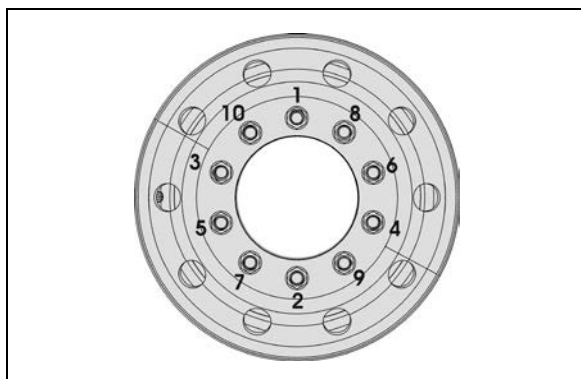

FIGURE 3: SÉQUENCE DE SERRAGE
Il est également important que les écrous du goujon de roue soient serrés alternativement sur de part et d'autre de la roue. Se reporter à la figure 3 pour la séquence suggérée de serrage.
Serrer les écrous du goujon progressivement comme illustré à la figure 3. Le serrage final doit être réalisé au moyen d'une clé dynamométrique. Serrer les écrous du goujon à 450 - 500 lb-pi (610 - 680 Nm) pour les roues d'aluminium et pour les roues d'acier.
2. Visser les écrous (se reporter à la figure 3 pour la séquence) pour que la roue se place d'elle-même de manière concentrique avec le moyeu. Ceci est important, sinon la roue peut être excentrique avec le moyeu et être voilée. Dans cette étape initiale, serrer légèrement les écrous pour corriger la position de la roue ;
3. Serrer les écrous du goujon progressivement comme illustré à la figure 3. Le serrage final doit être réalisé au moyen d'une clé dynamométrique. Serrer les écrous du goujon à 450 - 500 lb-pi (610 - 680 Nm) pour les roues d'aluminium et pour les roues d'acier.
Avec les roues intérieure et extérieure en place, serrer progressivement les écrous du goujon comme illustré à la figure 3. Le serrage final doit être réalisé en utilisant une clé dynamométrique. Serrer les écrous du goujon à 450 - 500 lb-pi (610 - 680 Nm) pour les roues d'aluminium et pour les roues d'acier.
Répéter l'opération pour chacun des 10 écrous du goujon hexagonal conformément à la séquence de serrage de la figure 3.
En utilisant une clé dynamométrique étalonnée, serrer les écrous de roue à 450 - 500 lb-pi (610 - 680 Nm). Ne pas utiliser d'outils électriques ou de longues barres pour le serrage. Serrer les écrous de roue alternativement comme illustré à la figure 3.